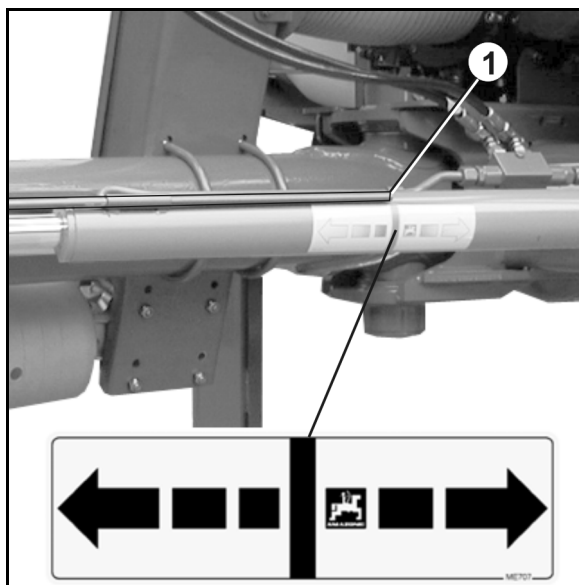

Fig. 39
1. Traktor-Steuergerät *blau* betätigen bis sich die Deichsel in Nullstellung (Fig. 39/1) befindet.